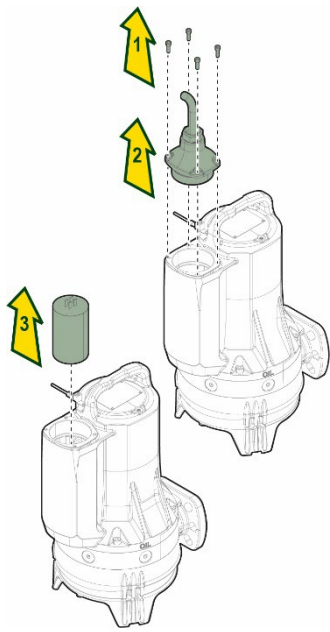

Fig. 11
- Remplacement condensateur (Fig.11)